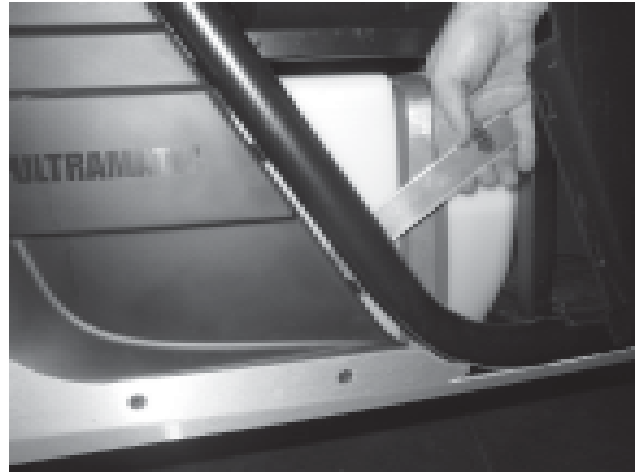

Figure 9
13. Maintenez la plaque d'appui en place tout en installant les fixations M6. **(Figure 9)**